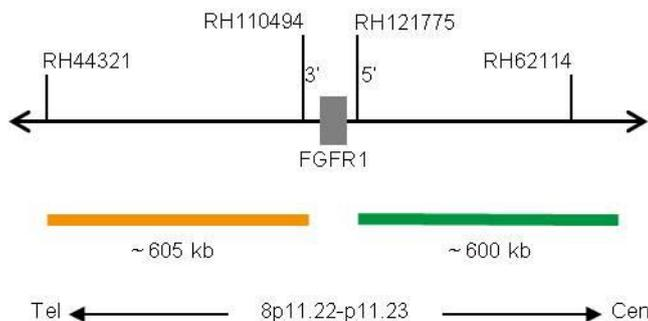

Fig. 1: Carte de la sonde SPEC FGFR1 (pas à l'échelle)
- Polynucléotides marqués au ZyGreen (excitation 503 nm/émission 528 nm) (~10 ng/ μ l), qui ciblent des séquences en 8p11.22* (chr8:38,352,117-38,951,783) proximale de la région des points de rupture de FGFR1 (voir figure 1).
- Polynucléotides marqués au ZyOrange (excitation 547 nm/émission 572 nm) (~4.5 ng/ μ l), qui ciblent des séquences en 8p11.23* (chr8:37,635,912-38,239,669) distale de la région des points de rupture de FGFR1 (voir figure 1).